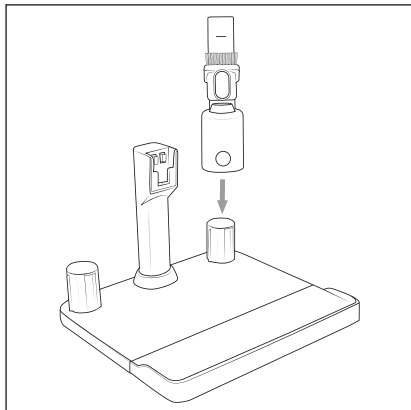

Abb. 13
- ◆ Drücken Sie nach dem Gebrauch den Ein-/Ausschalter (1) 30, um das Gerät auszuschalten. Das Anzeigepanel (27) erlischt.
- ◆ Entfernen Sie gegebenenfalls die 2-in-1-Kombibürste (13) vom Gerät und stecken Sie diese zur Aufbewahrung auf die Zubehörhalterung (16) (siehe Abbildung 13).